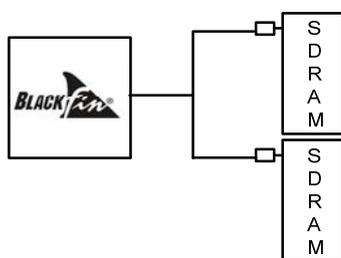
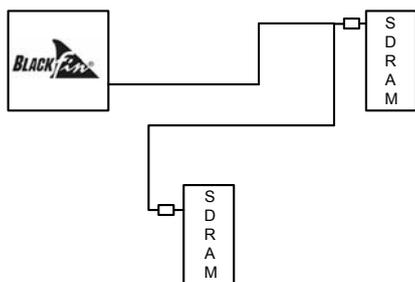

図18.適切: パターンの分岐は同じ長さで
図19.不適切: ループを構成するパターン
- 信号を分配するときは、可能な場合、デバイスまでのすべてのパターンを同じパス長にします (図 18)。図 19 に示すようなループは回避してください。